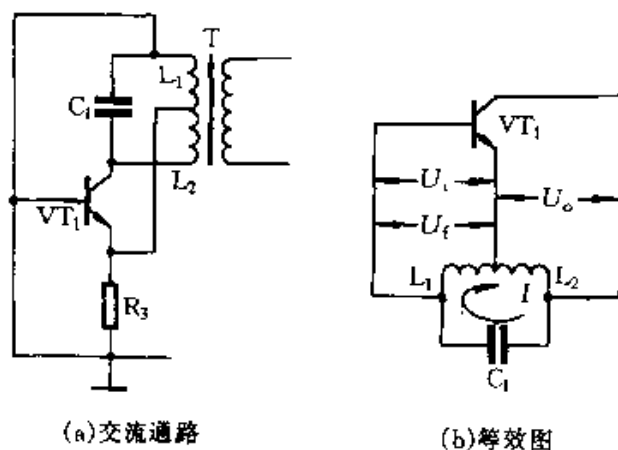

图 4-32
② 音频振荡器工作原理可用图 4-32 来说明。这是一个共基极电感三点式振荡器，它具有容易起振、振荡频率较稳定的特点。电路中，音频变压器 T 的初级与电容器 C_1 构成谐振回路，起选频作用，并将输出电压 U_o 移相 180° 后反馈到输入端，使反馈电压 U_f 与输入电压 U_i 同相。